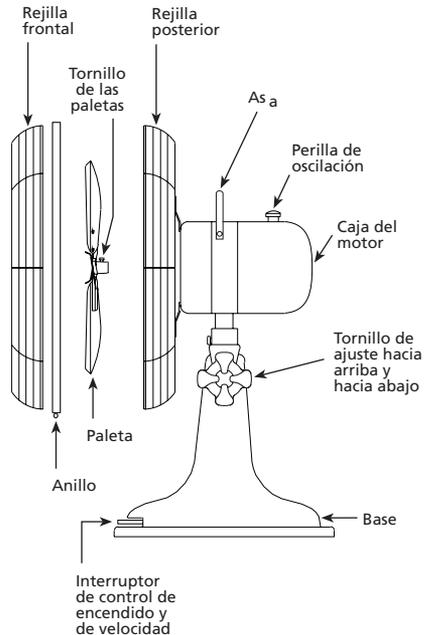

FIGURA 4
2. Después, alinee las rejillas retirando cuidadosamente el tornillo de la parte inferior de la rejilla y apretando el anillo para quitar el gancho del agujero. Vea la Figura 4.